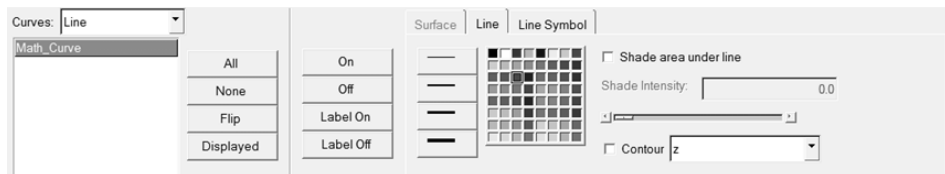

图 13-140 Curve Attributes 面板
(1) 单击 Curve Attributes () 按钮激活面板，如图 13-140 所示。